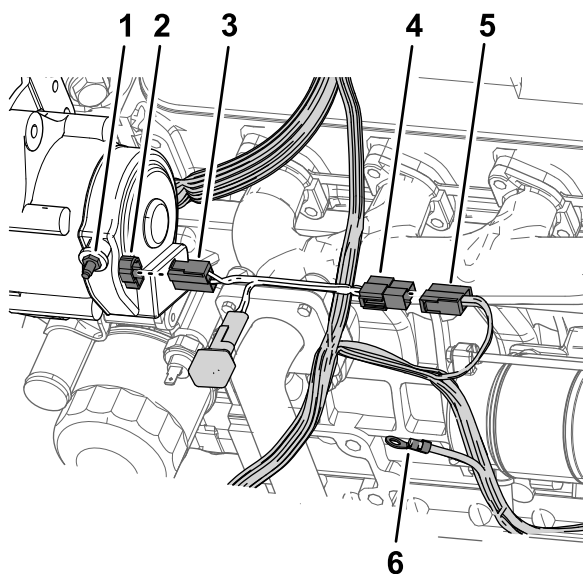

图 244
1. 将交流发电机适配器线束的插槽接头与交流发电机60A上电气接头的针对齐并同时推动接头直到接头上的锁牢固卡紧 图 244。
2. 将交流发电机适配器线束的 2 舌形接头与您在 卸下交流发电机40A \(页码 89\) 的步骤 2 中拆下的机器线束的 2 插槽接头对齐并同时推动接头直到接头上的锁牢固卡紧 图 244。